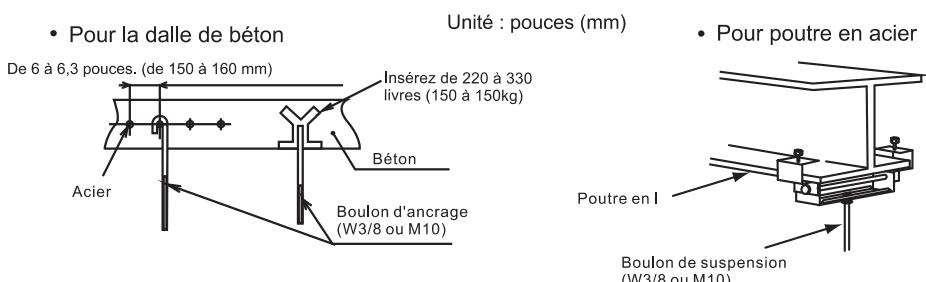

Fig 3.4 Boulons de suspension montés
- (3) Vérifiez que le plafond est horizontal, sinon le drainage ne peut pas s'écouler.
(4) Renforcez les parties ouvrantes du faux-plafond.
(5) Montez les boulons de suspension, comme indiqué sur la Fig. 3.4.